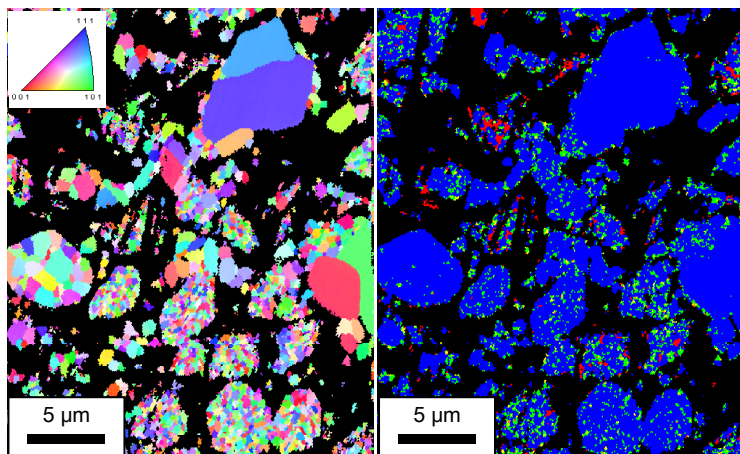

図1 EBSD法による正極の結晶方位分布図(左)と歪分布図(右)
- ① イオンミリング加工(写真1)：大気非暴露下・冷却下で広域の断面作製加工
- ② 顕微ラマン分光法：電極内での結晶構造変化を可視化
- ③ BSD法(図1)：結晶方位分布・歪分布を可視化